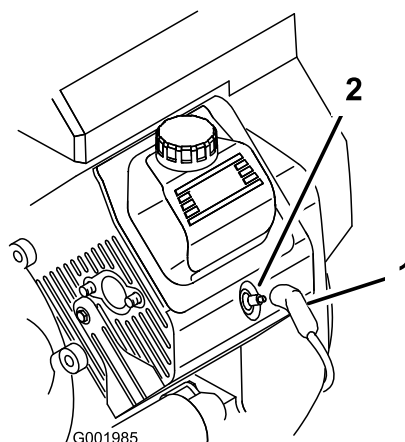

Figura 50
- Staccate il cappellotto dalle candele (Figura 50).
3. Collegate i cappellotti alle candele (Figura 50).